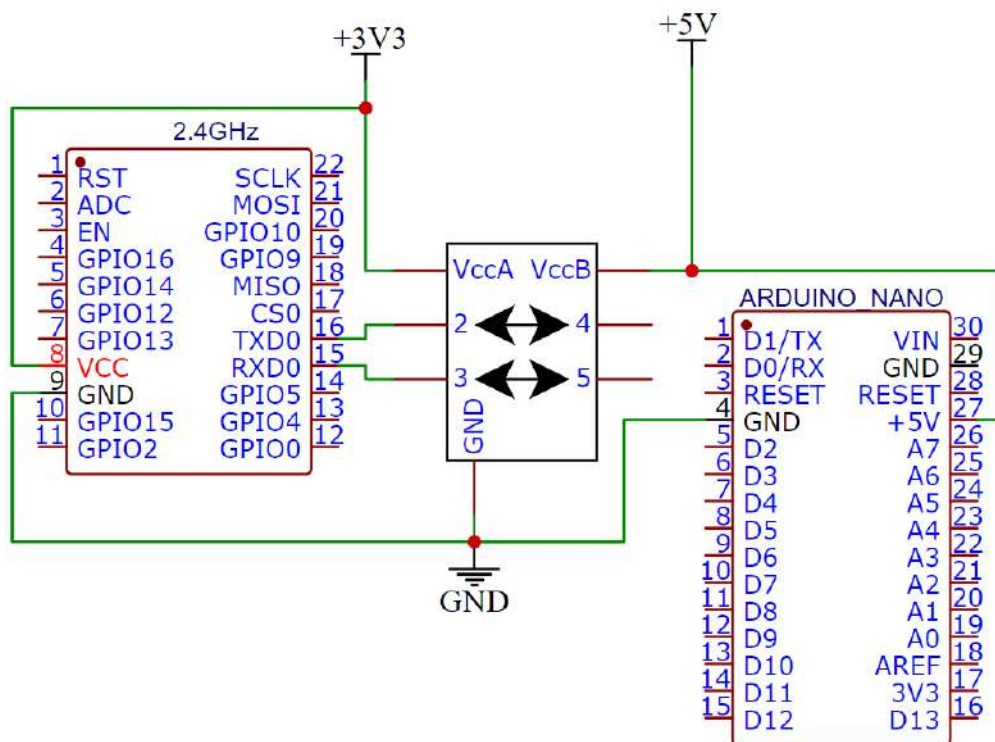

Рис. 2. Устройство
10. Максим делает устройство, содержащее контроллер Arduino Nano и модуль беспроводной связи ESP8266 12e. Соединение модулей предполагается по интерфейсу UART (Serial). Для соединения и согласования уровней 5В и 3.3В используется специализированная переходная плата (рис. 2).